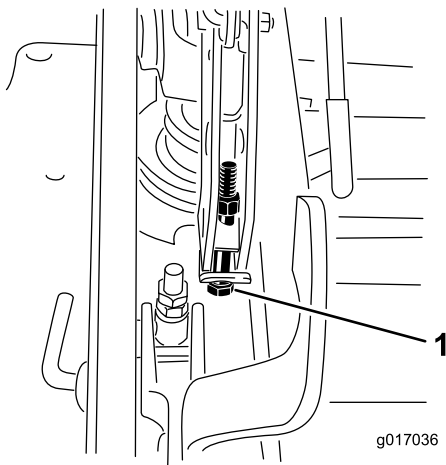

Bild 111
12. Wenn das Mähwerk zu niedrig ist, drehen Sie die zentrale Einstellschraube nach rechts, um sie anzuziehen. Wenn das Mähwerk zu hoch ist, drehen Sie die zentrale Einstellschraube nach links, um sie zu lösen (Bild 111).